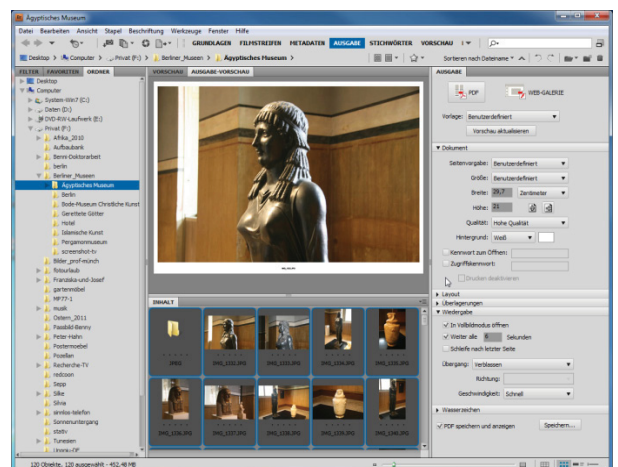

Abb. 12-16: Ausgabe-Vorschau einer PDF-Diashow
- Für die Erstellung einer Diashow kann unter WIEDERGABE die Geschwindigkeit und ein Übergang festgelegt werden (Abb. 12-16). Bei aktivierter Option IM VOLLBILDMODUS ÖFFNEN startet die Diashow sofort, wenn die PDF-Datei geöffnet wird. Andernfalls wird die Diashow im ADOBE READER oder ADOBE ACROBAT PROFESSIONAL mit M ANZEIGE | VOLLBILDMODUS gestartet.